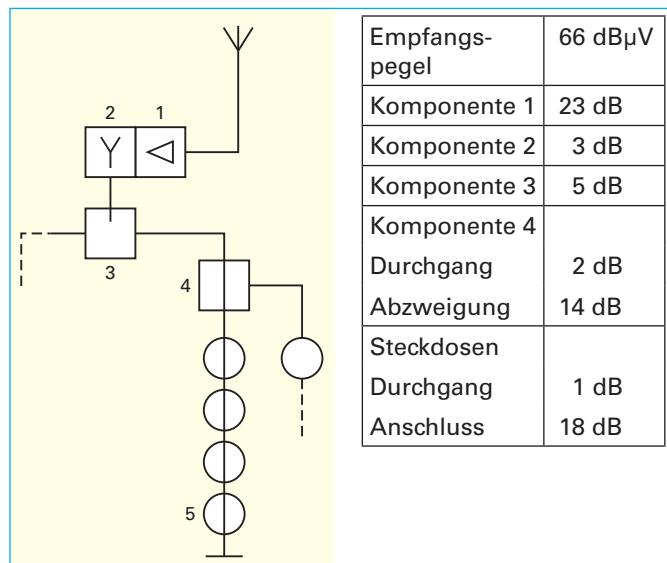

Bild 1: Baugruppen und Daten einer Antennenanlage
- 1.1 Geben Sie die fachgerechte Bezeichnung der Baugruppen ① bis ④ in **Bild 1** an.
- ① _____
② _____
③ _____
④ _____
- 1.3 Ermitteln Sie den Spannungspegel in dB μ V an der Steckdose ⑤ unter Berücksichtigung eines Antennengewinns von 15 dB und einer Gesamtkabdämpfung von 4 dB sowie den in **Bild 1** angegebenen Dämpfungswerten.